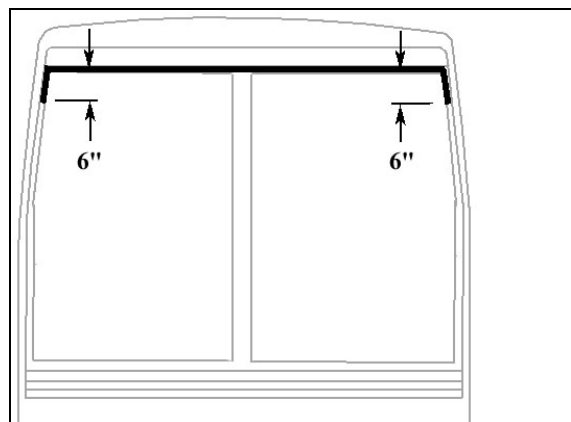

FIGURE 53: APPLICATION DE SIKA 221 GRIS
8. Appliquer du Sika 221 noir (Figure 53) entre la fibre de verre et la pièce extrudée en caoutchouc.